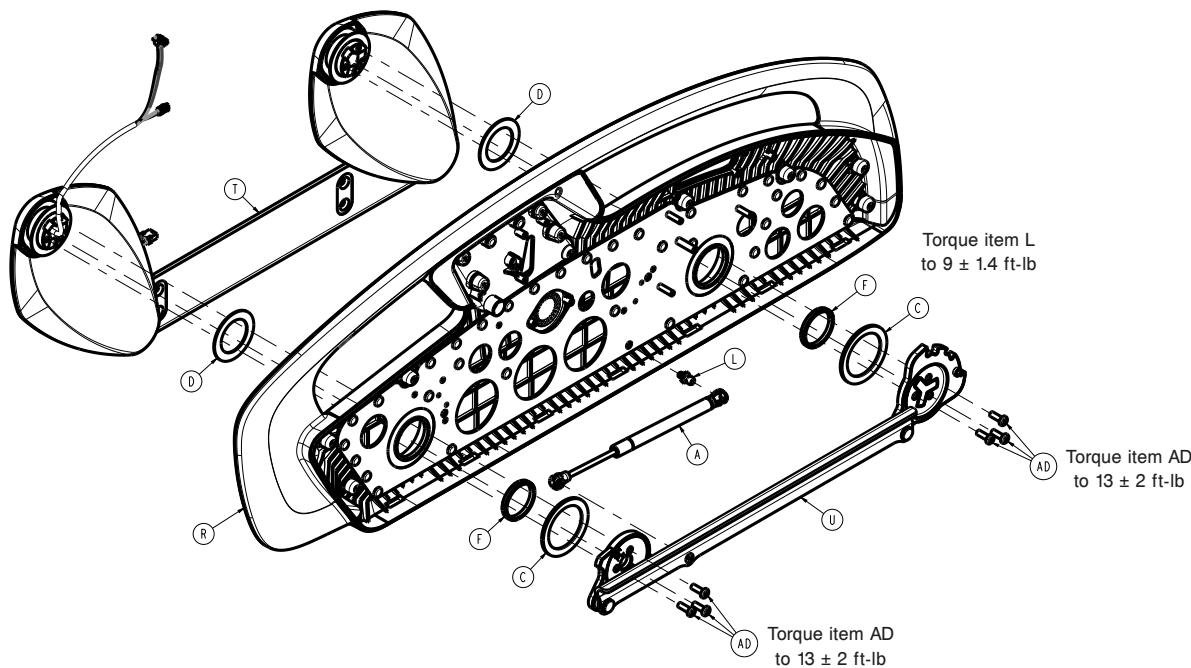

Figure 59 – Remplacement de l'arceau de la barrière
22. À l'aide d'une clé à cliquet et d'un tournevis Torx T30, retirer les six vis (AD) qui fixent les cames du maillon de synchronisation aux bras de la barrière (Figure 59).
23. À l'aide d'un petit tournevis à fente, déclipser le vérin pneumatique (A) de l'ensemble de maillon de synchronisation (U) et du châssis de l'arceau de la barrière (P) pour retirer le vérin pneumatique (Figure 59).